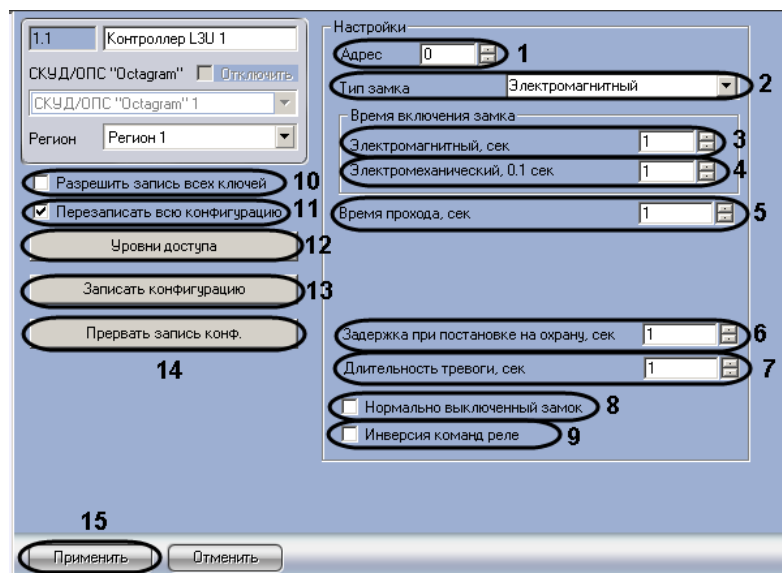

Рис. 3.3—4 Настройка контроллера L3U
1. В поле **Адрес** ввести с помощью кнопок **вверх-вниз** адрес контроллера L4D/L5D в десятичной системе счисления (см. Рис. 3.3—4, 1).
2. Из раскрывающегося списка **Тип замка** выбрать тип используемого замка – электромагнитный или электромеханический (см. Рис. 3.3—4, 2).